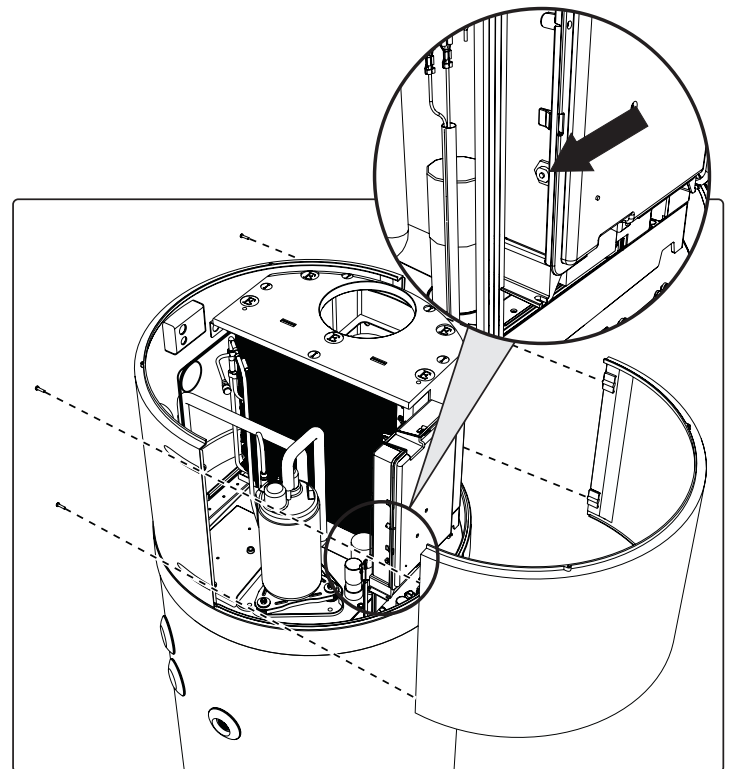

fig. 44 - Remoção do painel frontal
- Remova o painel frontal e reponha manualmente o termóstato de segurança acionado (fig. 44). No caso de intervenção, o pino central do termóstato fica saliente aprox. 2 mm.